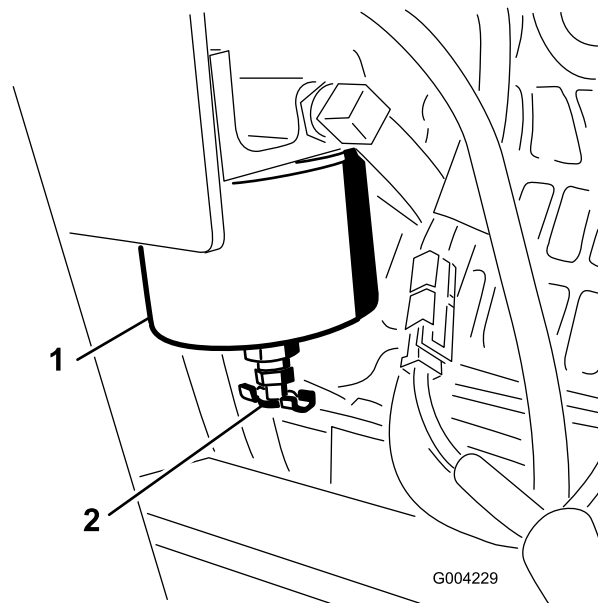

Figure 36
1. Localisez le filtre à carburant situé du côté droit du moteur (Figure 36) et placez un récipient dessous.
1. Nettoyez la surface autour des supports de la cartouche du filtre (Figure 36).
2. Déposez la cartouche et nettoyez la surface de montage (Figure 36).
4. Installez la cartouche à la main jusqu'à ce que le joint soit en appui contre la surface de montage. Serrez ensuite la cartouche d'un demi tour supplémentaire (Figure 36).